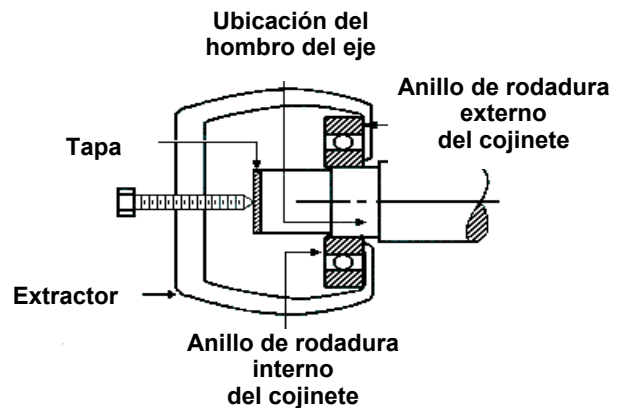

Figura 5. Extracción del cojinete con un extractor
4. Retire el cojinete con un extractor. Vea la Figura 5.